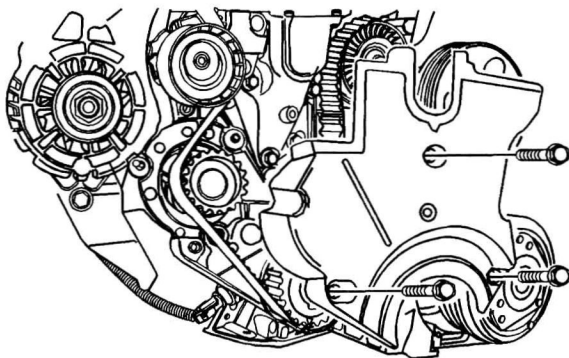

图 1-3-4 拆卸正时皮带罩螺栓和正时皮带罩
12. 拆卸前上正时皮带罩螺栓 (图 1-3-4)。
13. 拆卸前上正时皮带罩 (图 1-3-4)。
14. 拆卸前下正时皮带罩螺栓 (图 1-3-4)。
15. 拆卸前下正时皮带罩 (图 1-3-4)。